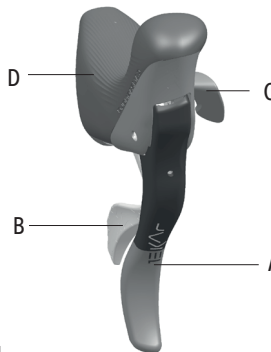

Fig.1
- levier du frein (A - Fig.1)
- levier externe (B - Fig.1)
- levier interne (C - Fig.1)
- cache de poignée (D - Fig.1)
• L'actionnement du levier A (Fig. 1) fait fonctionner le frein : vérifier, en actionnant chaque poignée, à quelle roue correspond cet actionnement.